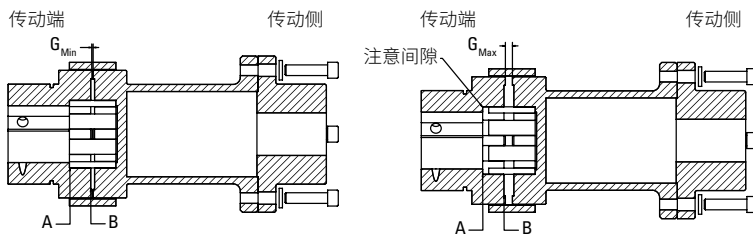

图 2. 正确的轴与轮毂啮合
1. Timken Quick Flex 单端间隔联轴器应使用传动轴上的法兰轮毂以及从动轴上带弹性体的联轴器轮毂来定位(图 2)。
5. 安装联轴器轮毂。安装之后,轴端应该与“A”表面平齐,如图 2 所示。轴伸过“A”亦可接受,只要不超过齿便可,如“B”所示。